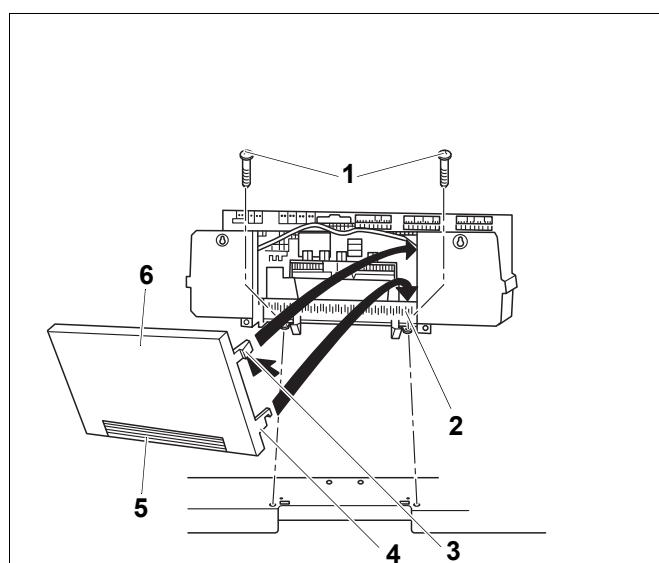

Рис. 19 Крепление системы управления Logamatic 4000
При необходимости можно выломать или вырезать заглушку (Рис. 19, **поз. 5**) на задней стенке (Рис. 19, **поз. 6**).
- Вставить оба нижних крюка (Рис. 19, **поз. 4**) справа и слева на задней стенке (Рис. 19, **поз. 6**) шлицом в верхнюю кромку гнезда рамки (Рис. 19, **поз. 2**).
- Слегка нажать верхние эластичные крюки (Рис. 19, **поз. 3**) внутрь (по стрелке) и вставить заднюю стенку (Рис. 19, **поз. 6**) так, чтобы оба крюка защелкнулись.